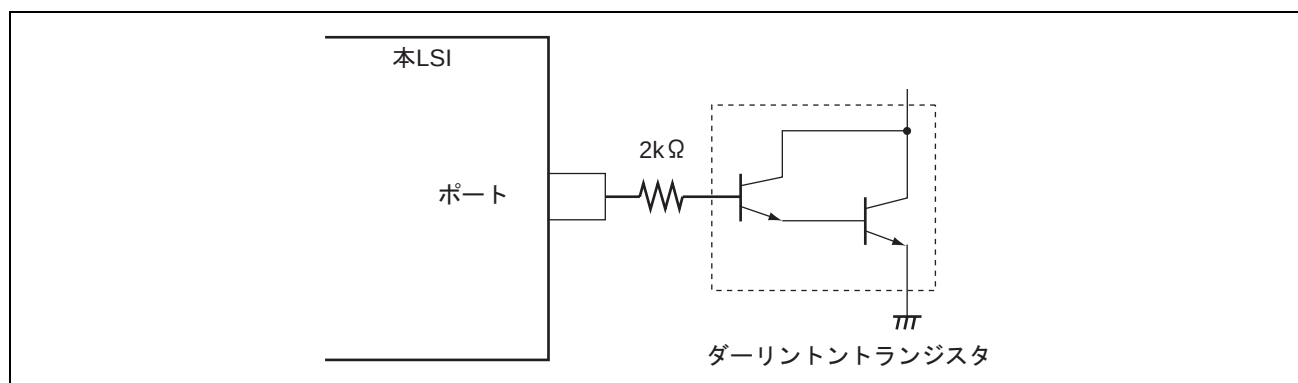
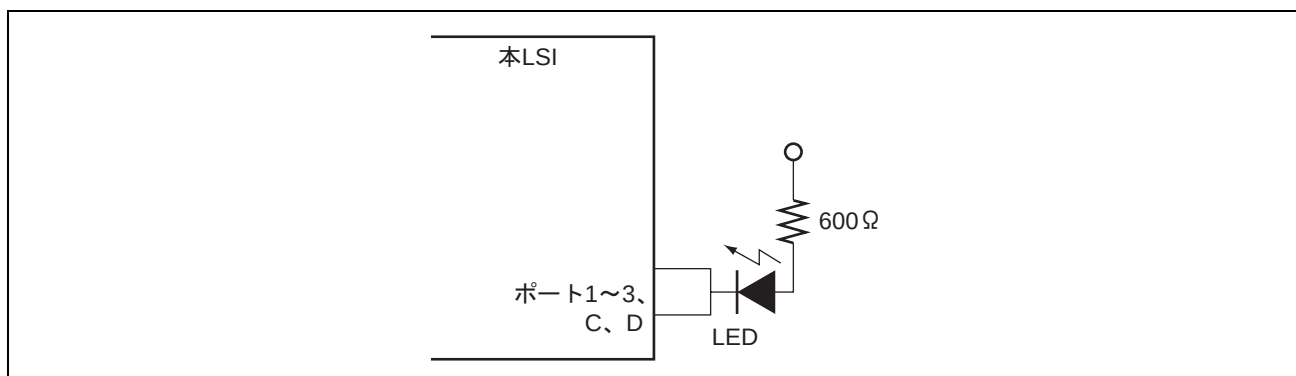

図 26.1 ダーリントントランジスタ駆動回路例
図 26.2 LED 駆動回路例
2. ダーリントントランジスタや、LED を直接駆動する場合には、図 26.1、図 26.2 に示すように出力に必ず電流制限抵抗を挿入してください。